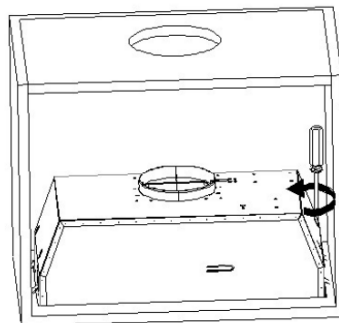

Rys. 2
1. Użyj śrubokręta, aby przekręcić śrubę klamry zgodnie z ruchem wskazówek zegara, a następnie klamra przesunie się w górę. Możesz teraz ustawić klamrę w odpowiednim położeniu. Patrz Rys. 2.
- Za pomocą prostego śrubokręta podważ skrzynkę zaciskową przewodu łączącego lampę, a następnie odłącz zacisk przewodu łączącego lampę. Patrz Rys.2.
- Znajdź zacisk przewodu łączącego światła i wyciągnij go. Patrz Rys. 2.